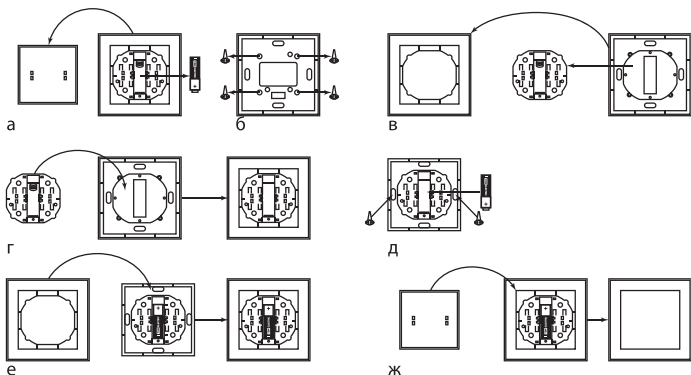

Рисунок 3. Монтаж радиовыключателя PB1 при помощи саморезов
5.5.1. Снять верхнюю крышку с выключателя и вытащить элемент питания (рисунок 3а).
5.5.2. Открутить на основании выключателя 4 крепежных шурупа (рисунок 3б).
5.5.3. Снять декоративную рамку и механизм выключателя (рисунок 3в).
5.5.4. Установить механизм выключателя обратно в основание, закрутить шурупы обратно (рисунок 3г). При установке механизма необходимо учитывать его первоначальное расположение на основании (пружина от контакта батарейки на механизме должна совпасть со значком «-» на основании).
5.5.5. Вставить в механизм выключателя элемент питания LR23A 12 В, в соответствии с указанной полярностью, прикрутить основание выключателя к монтажной плоскости (рисунок 3д), надпись «UP» с задней стороны радиовыключателя должна быть сверху.
5.5.6. Установить декоративную рамку обратно на выключатель, и закрепить ее на выключателе нажатием до щелчка (рисунок 3е).
5.5.7. Установить обратно верхнюю крышку (рисунок 3ж), радиовыключатель готов к использованию.
5.6.1. Снять верхнюю крышку с выключателя (рисунок 3а).
5.6.3. Установить обратно верхнюю крышку (рисунок 3ж), радиовыключатель готов к использованию.